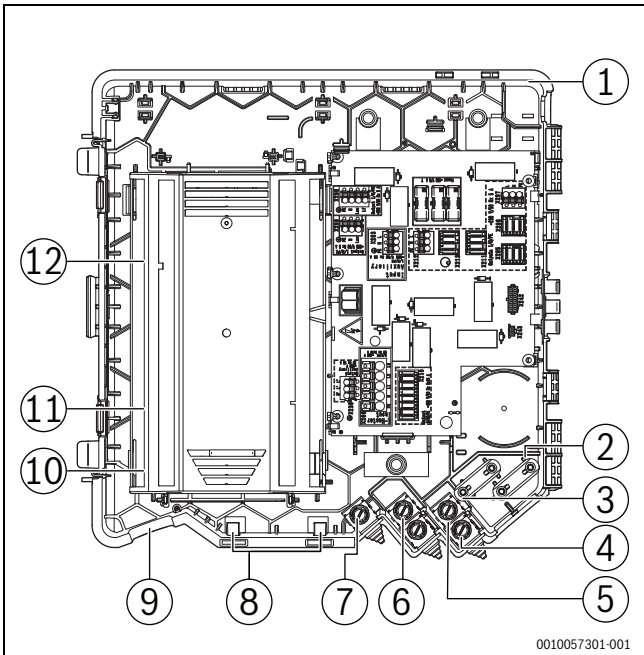

Bild 23 Kabelführung im Klemmenkasten (Netzanschluss, Zubehör und Kleinspannung)
- Netzkabel (zur Stromversorgung des elektrischen Zuheizers) mit Kabelhalter [3] sichern (→ Abb. 23, Seite 18) und an Anschlussklemme **X200** anschließen.
- ▶ Netzkabel (zur Stromversorgung des elektrischen Zuheizers) mit Kabelhalter [3] sichern (→ Abb. 23, Seite 18) und an Anschlussklemme **X200** anschließen.